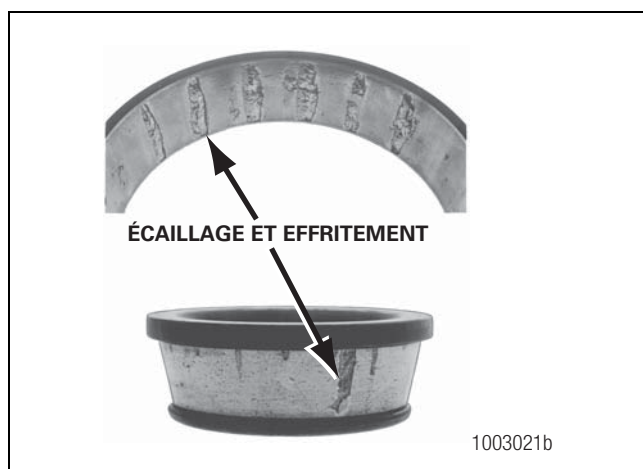

Figure 5.5
- Les surfaces de la bague et du cône intérieur en contact avec les rouleaux sont endommagées. Figure 5.5.